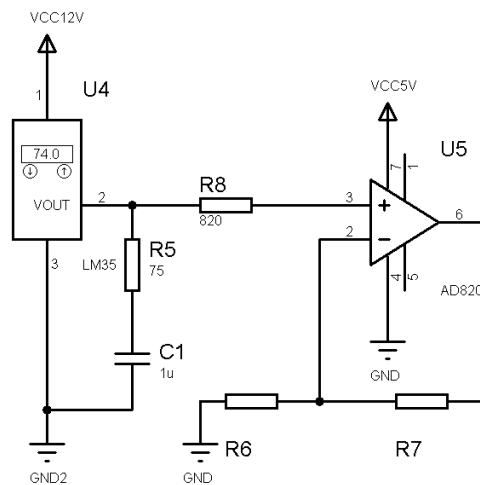

Figura 2 – Leitura de temperatura através de um sensor linear.
5. Implemente o circuito indicado na Figura 2, ligado à entrada AN1 do PIC.